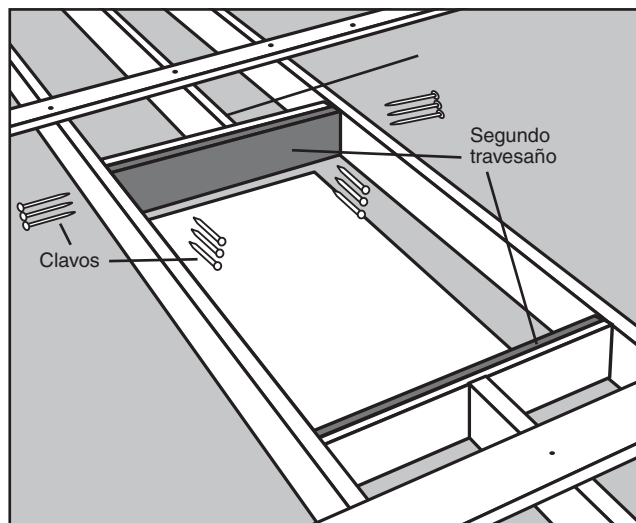

FIGURA 16
**PASO 4.** Determine dónde debe cortarse la viga(s). La Figura 10 muestra dónde marcar la viga(s) que atraviesa su ubicación elegida. Observe que la viga(s) debe marcarse detrás del borde de su ubicación a una distancia de 2 veces el espesor de la viga (usualmente 3 pulgadas). Esto deja espacio para colocar dos travesaños del tamaño de viga contra cada extremo de la viga(s) cortada, (Vea la Figura 16 en la página 29).
- PASO 6.** Coloque un segundo travesaño contra el primer travesaño y clávelo al primer travesaño con (3) clavos 16d entre cada viga (Vea la Figura 16).
- PASO 7.** Clave (3) clavos 16d a través de las vigas dentro de cada extremo del segundo travesaño (Vea la Figura 16).